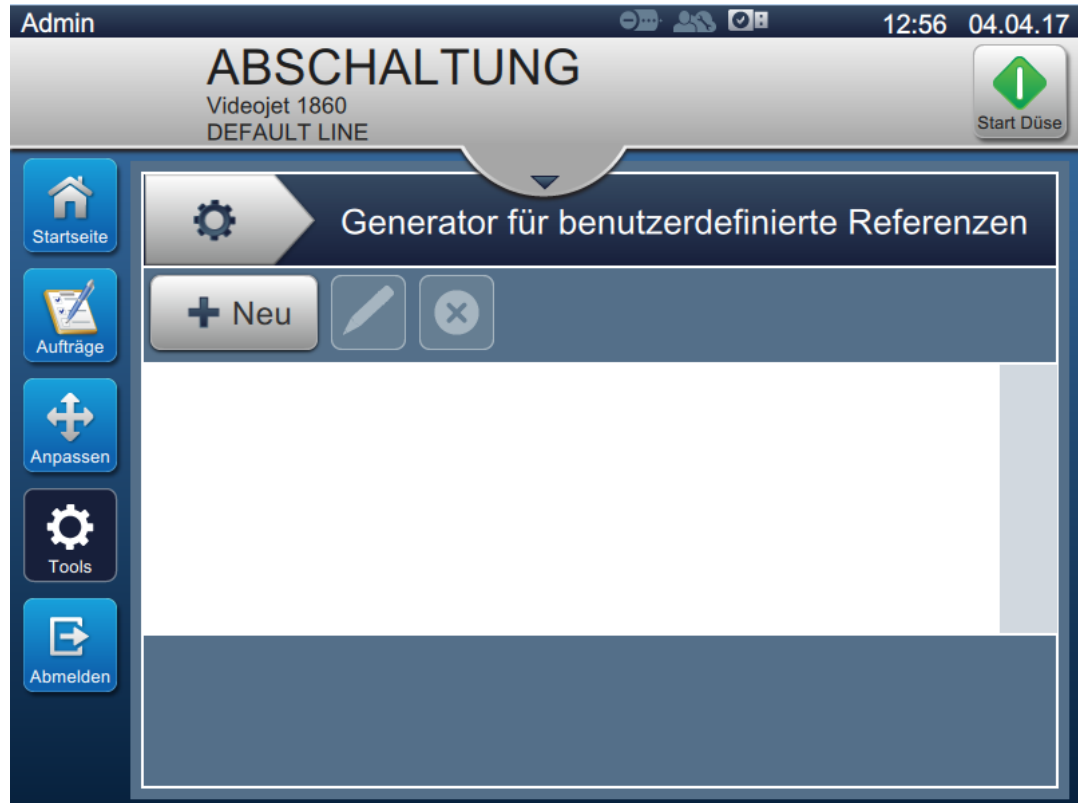

Abbildung 6-7: Generator für benutzerdefinierte Referenzen
1. Berühren Sie die  Schaltfläche auf dem Bildschirm „Werkzeuge“. Der Bildschirm „Generator für benutzerdefinierte Referenzen“ erscheint, wie dargestellt in Abbildung 6-7.
2. Berühren Sie die  Schaltfläche wie in Abbildung 6-7 auf Seite 6-13 dargestellt, um ein neues benutzerdefiniertes Feld zu erstellen. Der Bildschirm „Referenzname“ wird geöffnet.